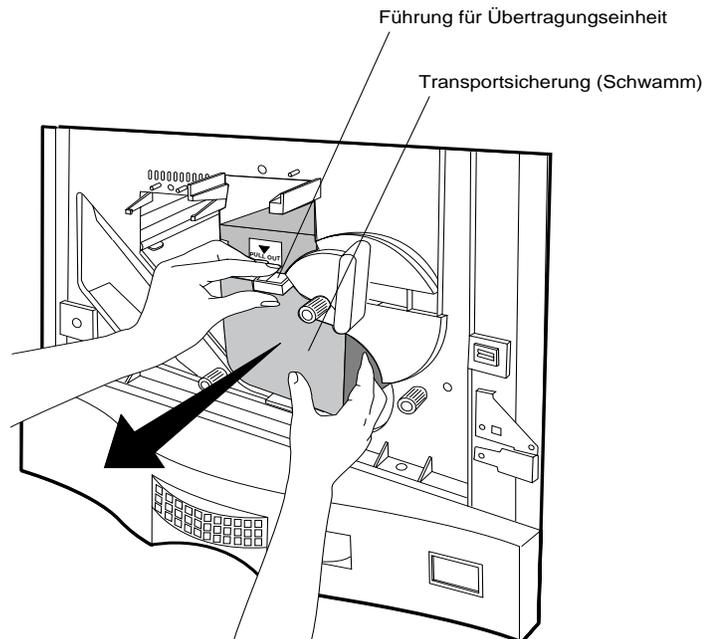

Abbildung 2-22 Transportsicherung aus Schaumstoff entfernen
2. Heben Sie die Führung der Übertragungseinheit an, entfernen Sie die Transportsicherung aus Schaumstoff, und geben Sie dann die Führung wieder frei. Siehe Abbildung 2-22.